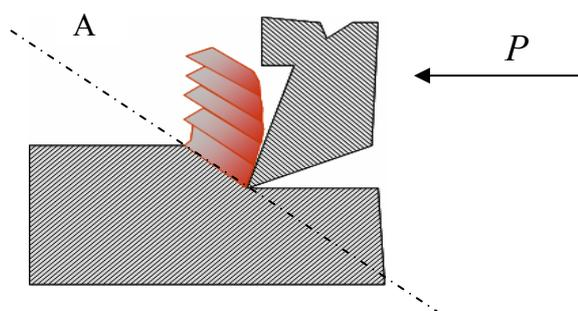
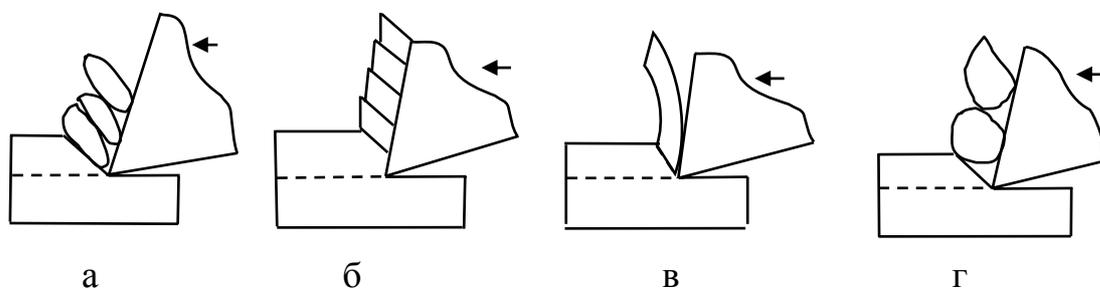

Рис. 64. Схема процесса резания
Рис. 65. Типы стружек: а – элементная; б – суставчатая; в – сливная; г – надлома
Процесс срезания стружки – это сложный процесс пластического деформирования и разрушения металла. Срезание слоя металла впервые было исследовано основоположником учения о резании металлов И.А.Тиме, который разработал схему этого процесса. Резец под действием силы  $P$  вдавливается в обрабатываемый материал, сжимая расположенный перед ним слой (рис. 65), вследствие чего в срезаемом слое возникают значительные напряжения, вызывающие упругие и пластические деформации. В момент, когда возникающие напряжения превосходят прочность обрабатываемого материала, происходит сдвиг (скалывание) элемента стружки по плоскости АБ (рис. 64), которая была названа *плоскостью сдвига*.
*Типы стружек.* В зависимости от свойств обрабатываемого материала, условий резания, геометрической формы режущей части инструмента характер стружки изменяется. Различают стружку: элементную, суставчатую, сливную и надлома (рис. 65).